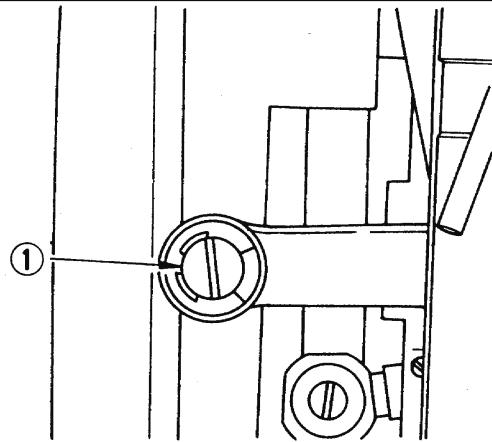

図52
ムカバーをかぶせます。この振分けは工場できちんと調整してあります。次に0点で針落ちが針板の轆の中心にこないとき、針落ちを正しく合わせるのは面板を外して偏心軸止ネジをゆるめ、偏心軸（図52 ①）をドライバーでわずか廻しながら針落ちを見て正しい位置に合わせるのです。